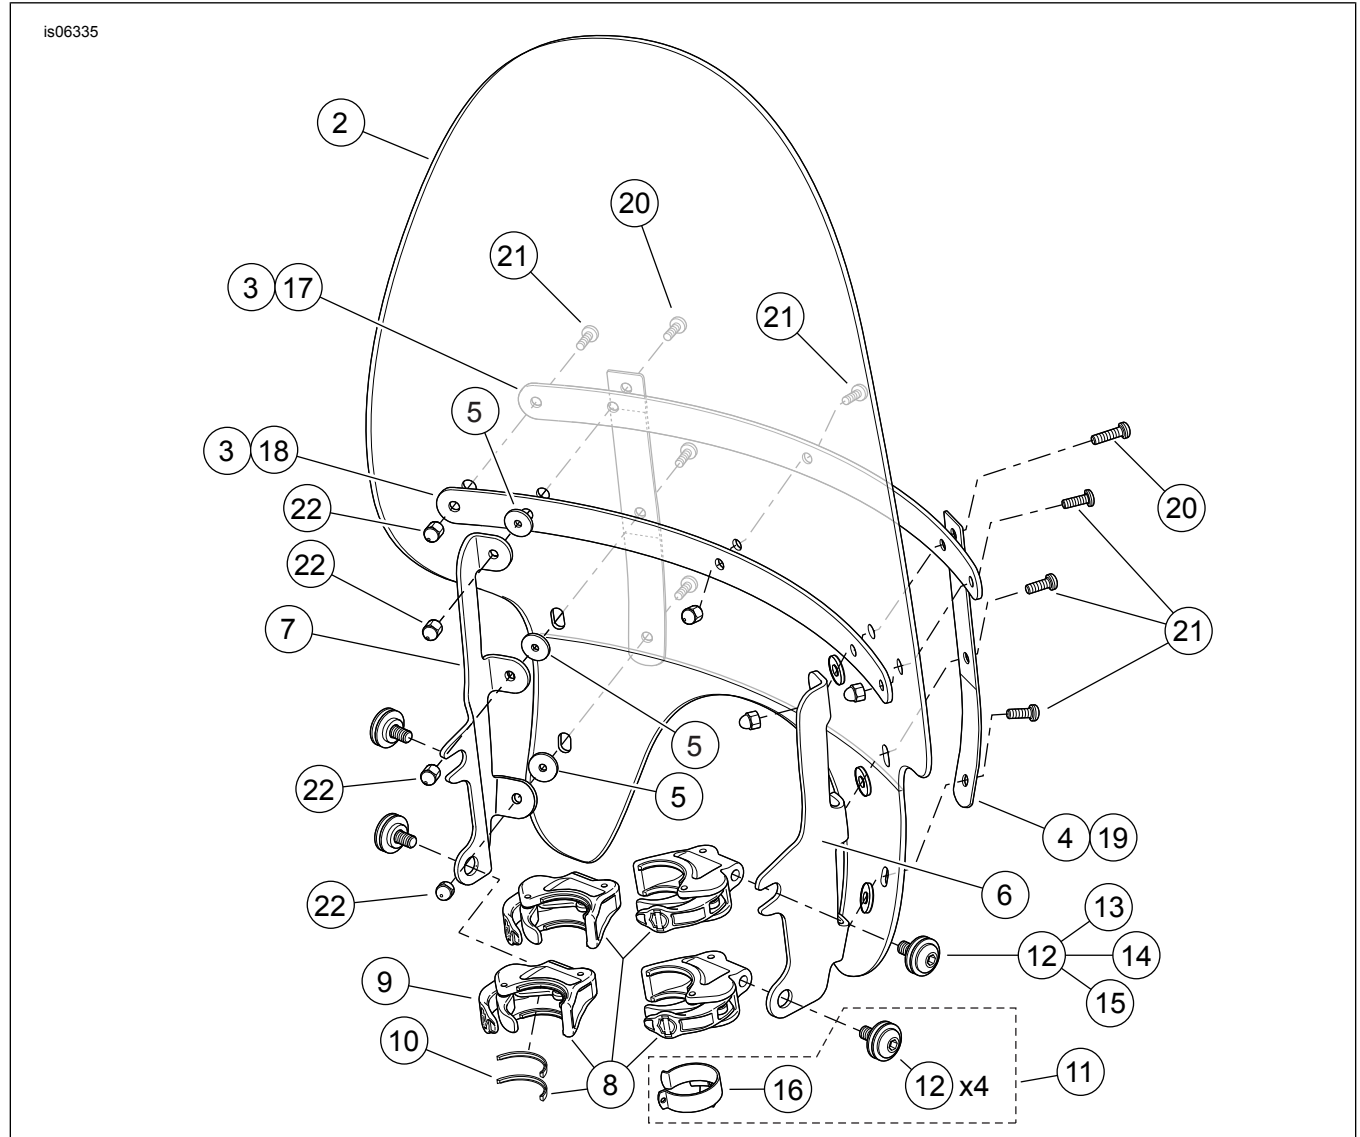

Figure 2. Pièces de rechange, pare-brise à débloccage rapide XL1200X
Voir Figure 2 et Tableau 2.
- Voir Figure 2. Retirer l'ensemble de collier (8) et le kit de visserie (11) de l'emballage et séparer les pièces semblables avant le montage.
3. **Tous les kits.** Centrer le pare-brise autour du phare et installer les brides sur les tubes de fourche. Voir Figure 2 . Encliqueter l'attache de câble de commande des gaz (16) autour du tube de fourche du côté droit et acheminer les câbles de commande des gaz dans l'ouverture du guide.